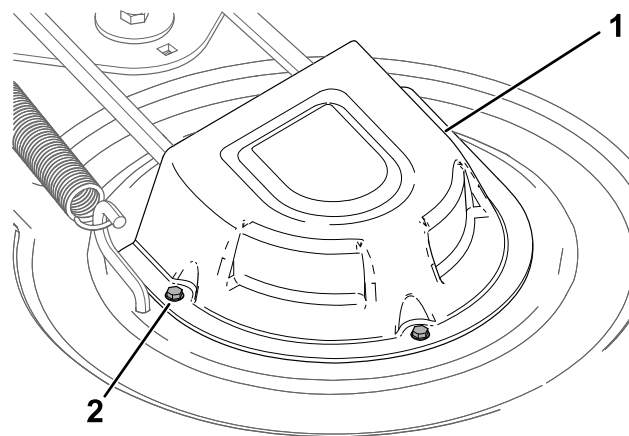

Figura 56
- Slăbiți uruburile și scoateți capacele de fulie (Figura 56).